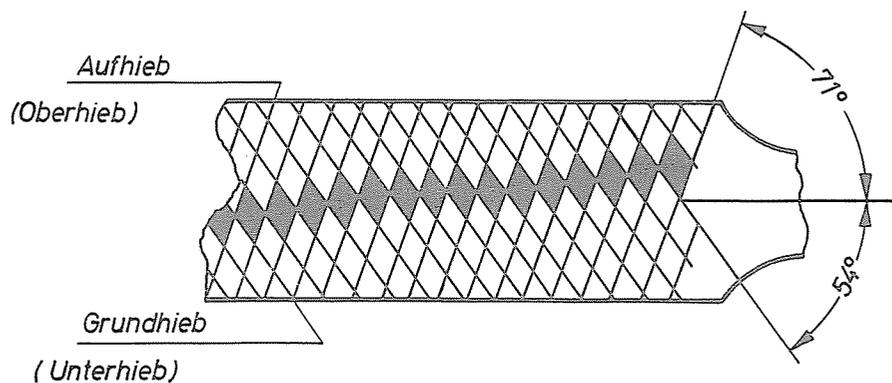

Abb. 43 Kreuzhiebig Feile
- c) **Doppelhiebig oder Kreuzhieb-Feilen**, die man für die Bearbeitung härterer Werkstoffe verwendet. Auf das Feilenblatt sind Unterhiebe im Winkel von etwa 54° zur Feilenachse eingearbeitet. Dieser Unterhieb wird auch als Grundhieb bezeichnet. Kreuzweise zu diesem Unterhieb wird im Winkel von etwa 71° zur Feilenachse der Oberhieb oder Aufhieb angebracht (Abb. 43). Dadurch erreicht man eine seitliche Verschiebung der Zähne und vermeidet die Riefenbildung im Werkstoff.